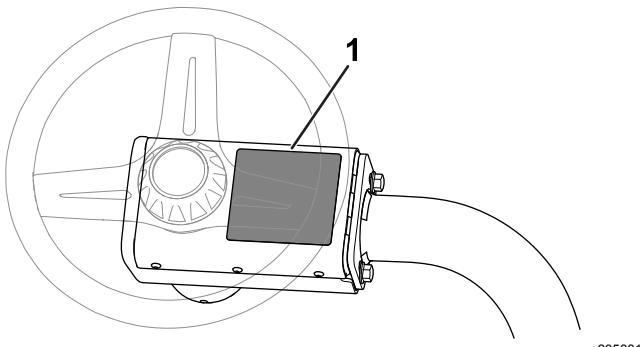

Figura 16
- Coloque la pegatina de advertencia CE (pieza n.º 136-8505) sobre la pegatina de advertencia existente (pieza n.º 136-8506); consulte la Figura 16.